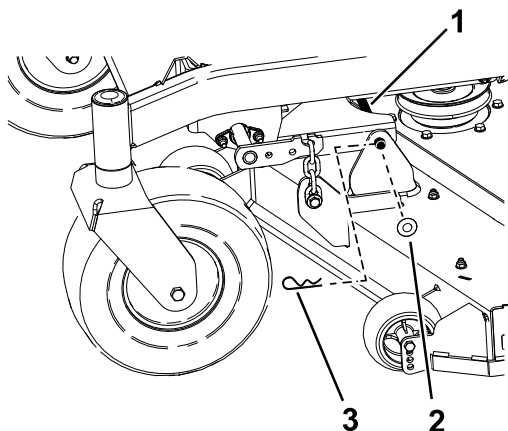

Figure 77
5. Retirez la goupille fendue et la rondelle qui fixent la barre de liaison au cadre et au tablier, et enlevez la barre de liaison (Figure 77).
9. Fixez la barre de liaison avec les goupilles fendues et les rondelles retirées précédemment (Figure 77).